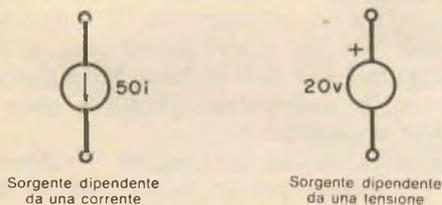
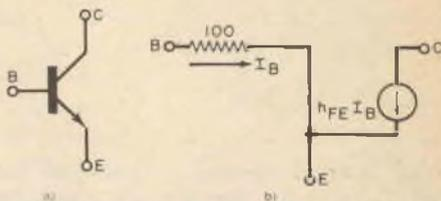

Fig. 21
Fig. 22
te il cui valore non è specificato, ma dipende da una corrente (o tensione) nel circuito (fig. 21). Il transistor a giunzione bipolare (BJT) della fig. 22-a può essere rappresentato, in certe condizioni di funzionamento, dal semplice modello della fig. 22-b. Si noti che il valore della sorgente dipendente di corrente,  $h_{FE} I_B$ , dipende dal valore della corrente di base,  $I_B$ .
**Esempio 20** - Se, nella fig. 22-b,  $h_{FE} = 50$ ,  $I_B = 1$  mA ed un resistore da 1.000  $\Omega$  è collegato tra i terminali C e E, trovare la